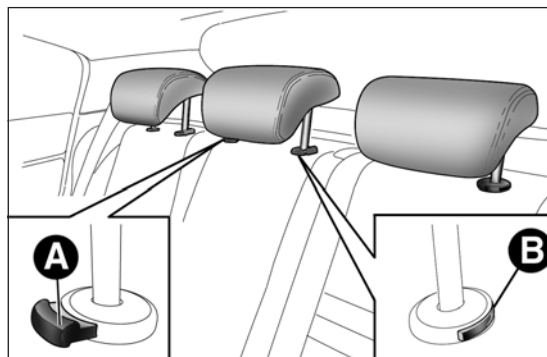

fig. 75
- ☐ solleva gli poggiatesta fino all'altezza massima, premi entrambi i pulsanti A e B fig. 75 a lato dei due sostegni, quindi rimuovi gli appoggiatesta sfilandoli verso l'alto;